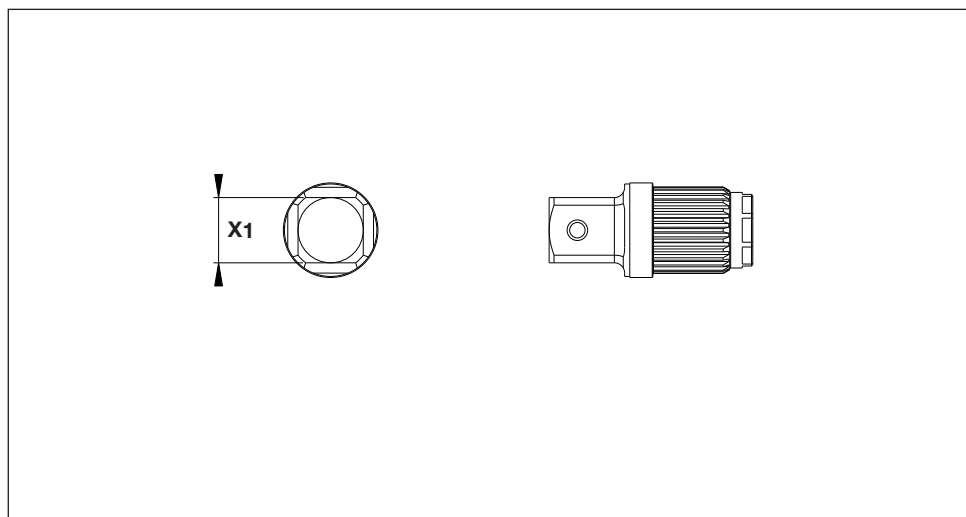

Fig. 32
6.6 Mål, SD-serien britisk drivtapp (Fig. 32)